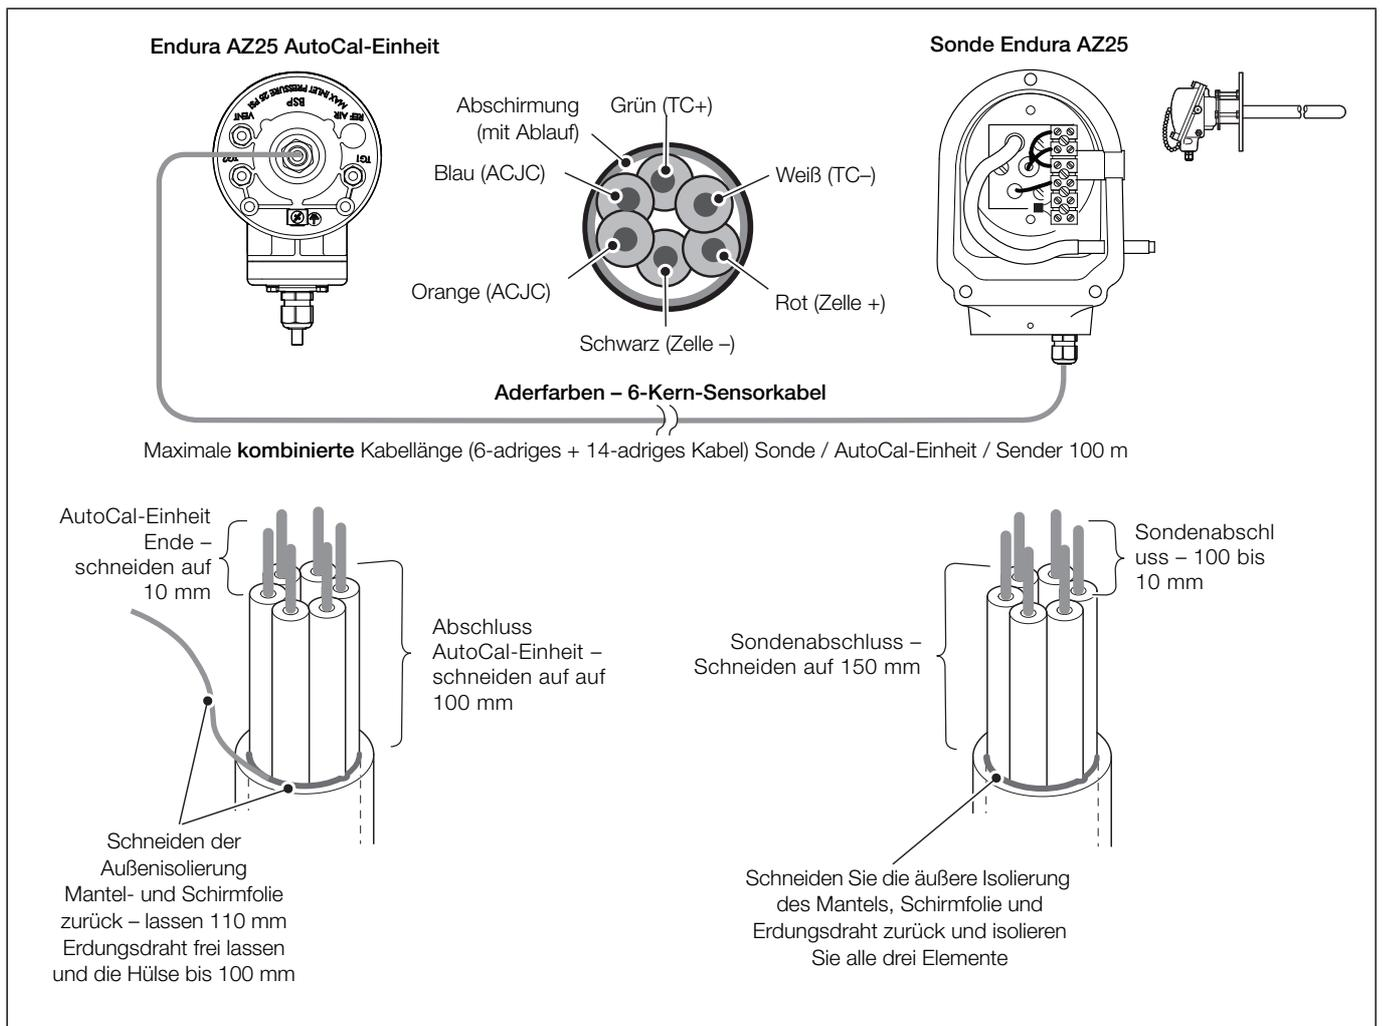

Fig. 4.3 Kabelkonfektionierung – 6-adriges Sensorkabel / Endura AZ25 AutoCal Einheit zu Endura AZ25 Sonde
- 6-adriges Kabel: nur Endura AZ25 Sonde zu Endura AZ25 AutoCal-Gerät – siehe Abb. 4.3
- 6-adriges Kabel an Endura AZ25 Sonde: äußerer Isolationsmantel, Schirmfolie und Beidraht zurückgeschnitten und isoliert - siehe Abb. 4.3
- 6-adriges Kabel an Endura AZ25 AutoCal-Einheit: äußerer Isolationsmantel und Schirmfolie zurückgeschnitten und isoliert, Draht zu AutoCal-Einheit innerer Klemmenblock SCN-Anschluss verbunden lassen – siehe Abb. 4.3